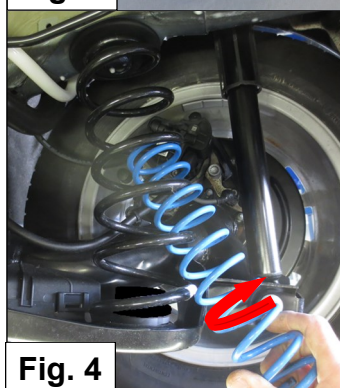

Fig. 4
4. Tourner le ressort auxiliaire **C** avec un mouvement de basculement dans le ressort principal. Voir fig. 4.